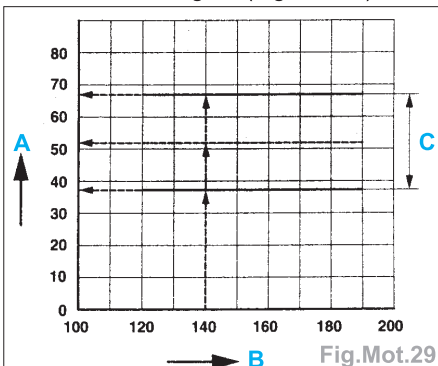

Fig.Mot.29
- La valeur de la température du carburant dans la zone d'affichage 9 doit être comprise entre 120 et 190 pour qu'il soit possible de lire le début d'injection dans la zone d'affichage 2 (Fig.Mot.29).